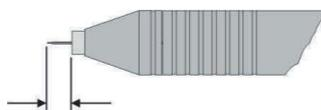

Рисунок 5.3. Регулировка длины электрода
- При отсутствии сварочного микроскопа компании Lampert необходимо зажать вольфрамовый электрод в наконечнике таким образом, чтобы он выступал на 4–6 мм из сопла (см. рис. 5.3).